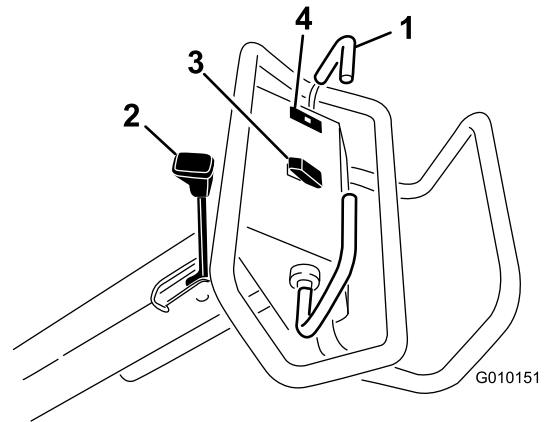

Figure 12
Pour vous déplacer en marche avant, poussez le levier de déplacement en avant. Pour vous déplacer en marche arrière, tirez le levier de déplacement en arrière (Figure 12).
Pour serrer le frein de stationnement, rapprochez le levier du moteur. Pour desserrer le frein de stationnement, déplacez le levier en avant (Figure 12).
Le témoin de pression d'huile (Figure 12) s'allume quand la pression de l'huile moteur descend au-dessous du niveau admissible. Dans ce cas, coupez le moteur et recherchez la cause de la baisse de pression. Effectuez les réparations nécessaires avant de remettre le moteur en marche.
**Levage** – appuyez sur le haut du commutateur (Figure 12) pour lever la tête d'aération et la désengager. Le moteur doit être en marche pour produire la pression de levage. Si la tête d'aération est en dessous de la hauteur de transport, voir Réinitialisation du circuit de commande du système (page 27).
**Abaissement/engagement** - Appuyez sur le bas du commutateur (Figure 12) pour abaisser et engager la tête d'aération. Le levier de déplacement doit être en position avant pour activer le commutateur.